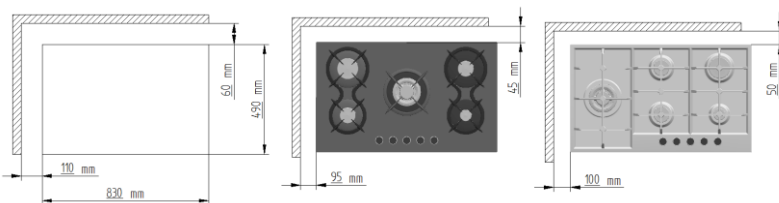

Рисунок 4
- Необходимо соблюдать безопасное расстояние между варочной панелью и стенками основания (Рис. 4)
- Отверстие в основании под варочную панель должно быть в соответствии с рисунком (Рис. 4)